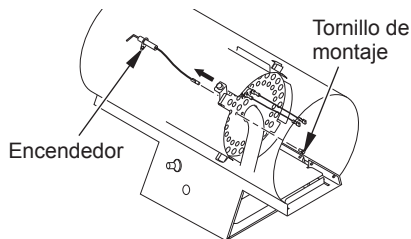

Figura 14. Extracción del tornillo de montaje del ignitor y el ignitor
3. Extraiga el tornillo de montaje del ignitor de la cabeza posterior usando un destornillador para tuercas o un destornillador estándar (consulte la figura 14).